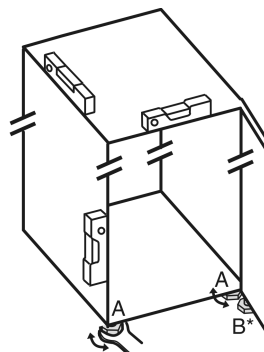

Fig. 8
- Skru ut de justerbare føttene Fig. 8 (A) ved hjelp av den medfølgende fastnøkkelen og et vater til apparatet er godt justert og i vater.
- Skru ut den justerbare foten Fig. 8 (B) på lagerbukken ved hjelp av den medfølgende fastnøkkelen til den hviler på gulvet.
- Skru den justerbare foten Fig. 8 (B) ytterligere 90°.